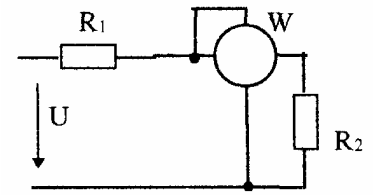

Рис. 2.18.
2.7.23. Визначити показ ватметра W , якщо $R_1=5 \text{ Ом}$, $R_2=2\text{Ом}$, $U=14\text{В}$ (Рис.2.18).